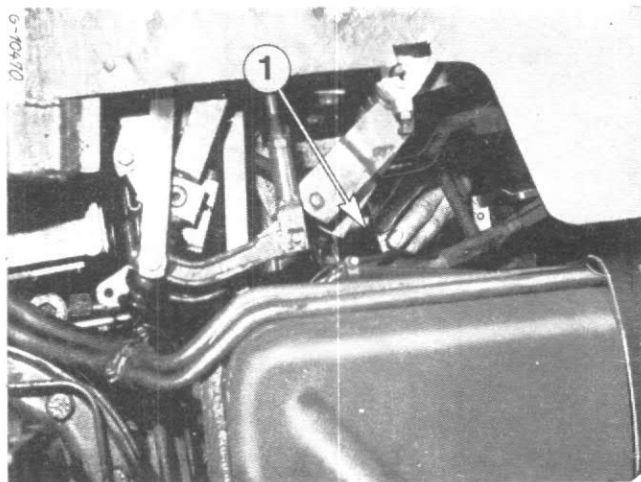

Fig. 7
- 1.1 Valve de commande de traction, Fig. 7 et 8.
1.1 Valve de contrôle de traction, Fig. 7